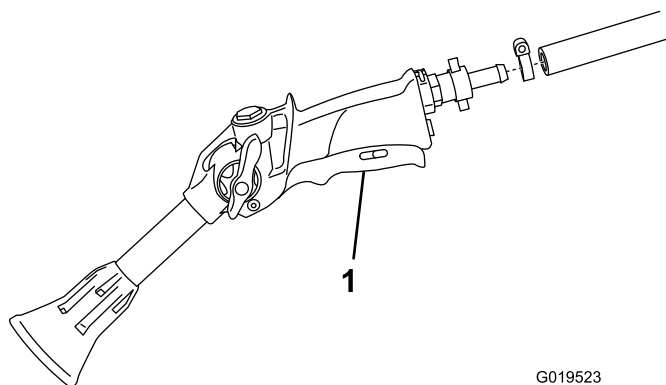

Figura 6
- Conecte el extremo libre de la manguera de la pistola de fumigación al conector de la pistola de fumigación (Figura 6).